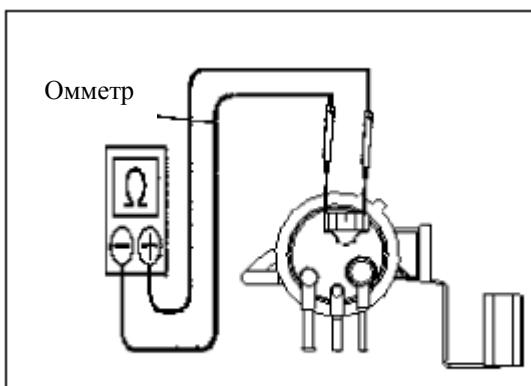

Рис. 44
(1) Проверьте сопротивление топливного насоса. Оно должно быть 0.2~3.0 Ом при 20°C. Если сопротивление не соответствует норме, замените топливный насос (см. Рисунок 44).